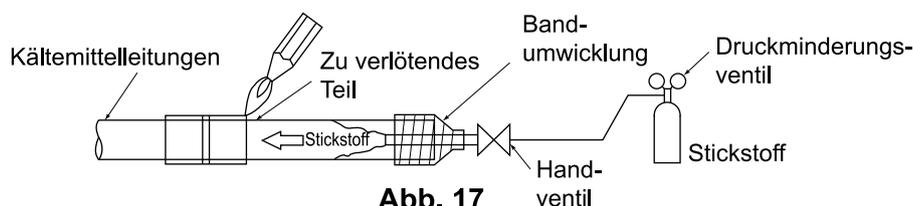

Abb. 17
- Beginnen Sie erst mit dem Hartlöten der Kältemittelleitungen, wenn Sie die Stickstoffspülung ausgeführt und die Luft in den Rohrleitungen durch Stickstoff ersetzt haben (**siehe Abb. 17**). Schließen Sie danach das Innenaggregat mit einer Bördelverbindung an (**Siehe Abb. 13**).
1. Wenn Sie nach Ausführung einer Stickstoffspülung hartlöten möchten, empfiehlt es sich, den Stickstoffdruck mit Hilfe eines Druckminderventils auf ca. 0,02 MPa einzustellen. (**Siehe Abb. 17**)